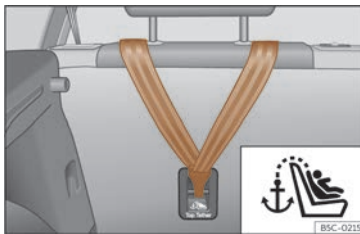
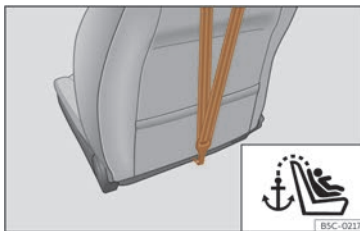

Fig. 43 Partea spate a scaunelor spate: Punct de ancorare centură Top Tether.
Fig. 44 Spatele spătarului scaunului pasagerului față: Punct de ancorare centură Top Tether (nu este disponibil pentru toate piețele/versiunile).
Scaunele pentru copii cu sistem Top Tether sunt echipate cu o centură suplimentară pentru fixarea de un punct de ancorare din auto-vehicul. Acest punct de ancorare este amplasat pe spatele spătarului banchetei spate și spătarului scaunului pasagerului față¹⁾ (identificat cu simbolul ) și oferă o reținere mai bună >>> **fig. 43**, >>> **fig. 44**.
- Glisați centura și asigurați-o corect cu ajutorul punctului de ancorare de pe spătarul banchetei spate >>> **fig. 43**, >>> **fig. 44**.